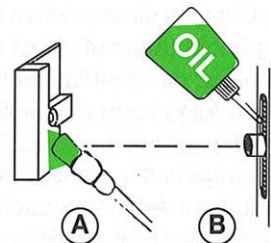

Abb. 3
Um ihre Leichtgängigkeit zu erhalten, müssen die Schließbleche (A) der Winkhaus Auto-Pilot-Beschläge einmal jährlich mit technischer Vaseline oder einem anderen geeigneten Fett geschmiert werden (s. Abb. 3 u. 4).